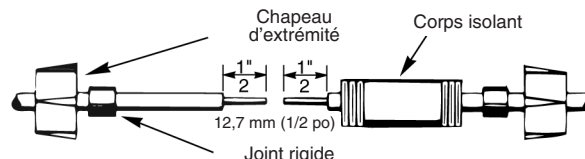

Figure 7 – Fils prêts à raccorder.
- Dévisser les chapeaux en plastique des isolants. Placer un chapeau et une gaine néoprène sur chaque fil à raccorder (voir Fig. 7).
- Faire glisser l'extrémité d'un fil dans la protection isolante (Fig. 7).